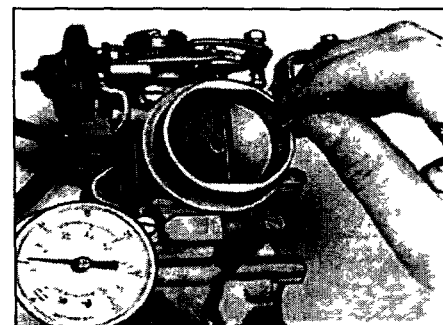

Рис. 4.32 Хвостовиком сверла измерьте зазор воздушной заслонки, создав разрежение в приводе
- 32 Создайте разрежение, как описано выше и хвостовиком сверла измерьте зазор между верхним краем воздушной заслонки и впускной горловиной. Размер сверла записан в Спецификациях (рис. 4.32).